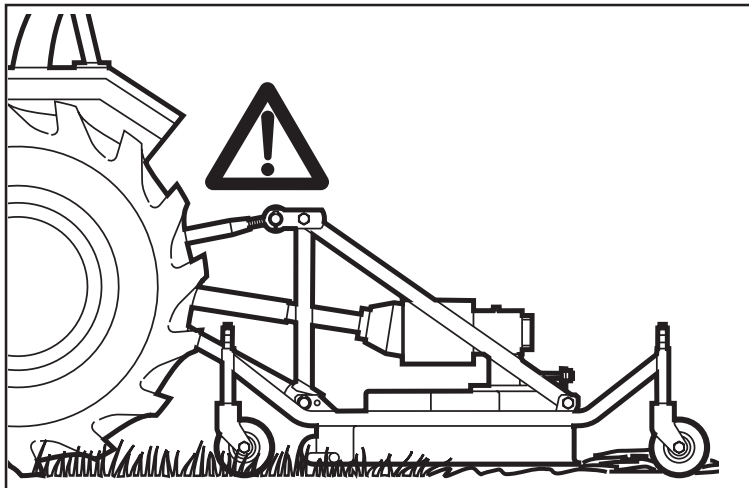

Fig. 4
- 24) It is absolutely forbidden to stand between the tractor and the implement (Fig. 4) when the engine is running and the cardan shaft is engaged without having first engaged the hand brake and placed a block or stone under the wheels to prevent them from moving.
- 24) Es ist absolut verboten, bei laufendem Motor und eingeschalteter Gelenkwelle zwischen den Schlepper und das Gerät zu treten (Abb. 4). Dazu muß die Feststellbremse gezogen werden und unter die Räder ein Bremskeil oder ein großer Stein gelegt worden sein.
- 24) Il est absolument interdit de se mettre entre le tracteur et l'appareil (Fig. 4) quand le moteur est en marche et le cardan enclenché, sans avoir tiré le frein de stationnement et bloqué les roues avec une cale ou un caillou. Se tenir à une distance de sécurité du broyeur en fonctionnement, à cause du lancement possible d'objets contondants.
- 24) Está terminantemente prohibido colocarse entre el tractor y el equipo (Fig. 4) con motor encendido y cardán inserido, o sin haber accionado el freno de estacionamiento y de colocar, debajo de las ruedas, una piedra u otro elemento de bloqueo.
- 28)** È assolutamente vietato interpersi fra il trattore e l'attacco della macchina per manovrare il comando dall'esterno per il sollevamento (Fig. 4).
- 28)** *It is absolutely forbidden to stand between the tractor and the implement when manoeuvring the lift control from the outside (Fig. 4).*
- 28)** Es ist absolut verboten, zwischen den Schlepper und den Anschluß zu treten, um die Aushebung von außen zu betätigen (Abb. 4).
- 28)** *Il est absolument interdit de se mettre entre le tracteur et l'attelage pour manoeuvrer la commande de relevage de l'extérieur (Fig. 4).*
- 28)** Está absolutamente prohibido colocarse entre el tractor y el enganche para maniobrar el mando desde el externo en la fase de elevación (Fig. 4).